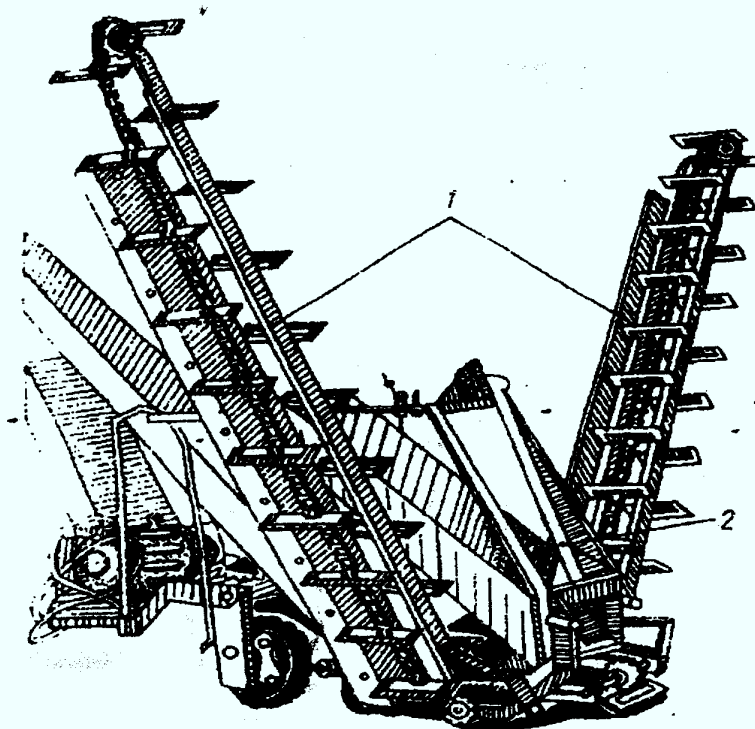

Рис. 15 Установка питателей 1-питатели; 2-дышло.
6.5. Переведите дышло в вертикальное положение (рис.15).